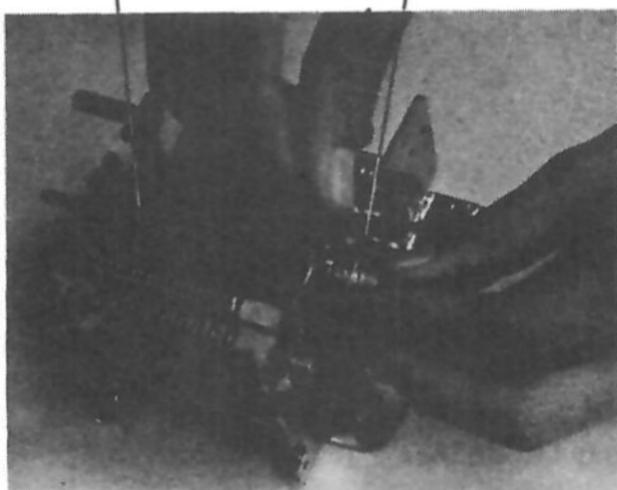

Fig. 8-30 Ausbau vom Erkennungsrad T
- 4) Schraube (35) vom Erkennungsrad T (34) lösen und Rad T (34) abnehmen (Fig. 8-30).
- 5) Die Schrauben (51) des Lagers (59) an der M-Platine lösen und das Lager mit einer Zange herausdrücken oder mittels Durchschlag.
- 6) Das Lager (31) an der G-Platine auf die gleiche Art entfernen.
- 7) Nockenwelle (23) herausziehen.